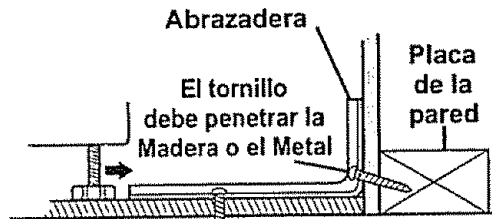

Fig. 2
2. **Pared:** Haga un hoyo piloto de  $\frac{1}{8}$ " en ángulo (como se muestra en la Fig. 2) en el centro de cada posición de hoyo premarcada en la pared (un clavo o una lezna se puede usar si no tiene un taladro).
- B. Instale la abrazadera **CONTRA VOLCADURAS** con los 4 tornillos que se proveen como se ilustra en la Fig. 2.